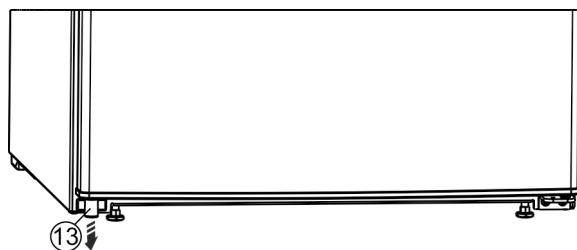

Fig. 13 *
- ▶ Nederst til venstre tages afstandsdelen Fig. 13 (13) ud af døren.*